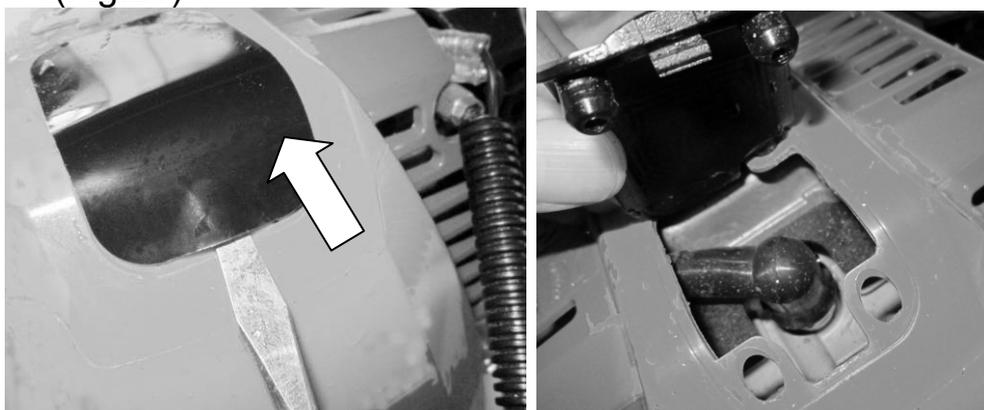

Fig.21
1. Retirez le capot de la bougie d'allumage du logement de la machine. (Fig.21)